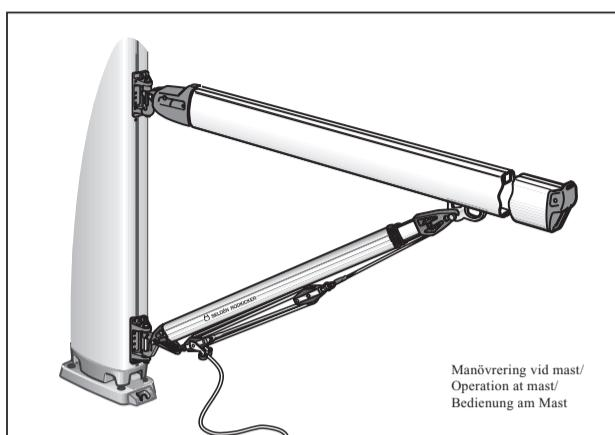

Fig. 1
1. Nehmen Sie die Auflagefeder ③ ab, indem Sie gleichzeitig die beiden Arretierungsknöpfe drücken.
2. Ziehen Sie das innere Rohr ② heraus.
3. Nehmen Sie den unteren Endbeschlag aus dem äußeren Rohr ①.
4. Setzen Sie die obere Buchse ④ in die Distanzhülse ⑧ ein.
6. Schrauben Sie das dicke Ende der Gasdruckfeder in den oberen Endbeschlag ④.
7. Schrauben Sie das dünne Ende der Gasdruckfeder in den unteren Endbeschlag ⑥, gemäß Abb. 1. Stellen Sie die Endstücke so auf, dass die Nuten nach oben zeigen.
8. Halten Sie den Draht etwas gespannt und führen Sie dann die Gasdruckfeder mit dem unteren Endbeschlag in das dickere Rohr. Achten Sie darauf, dass der Führungsbeschlag ⑦ richtig auf dem inneren Rohr liegt.
9. Schieben Sie die Auflagefeder ③ mit den Arretierungsknöpfen wieder in das äußere Rohr.
10. Führen Sie das kleinere ② in das größere Profil ①. Stellen Sie sicher, dass die Führungsbuchse ⑦ korrekt auf dem kleineren Profil 1 liegt.
11. Schieben Sie die Feder ③ auf das größere Profil 1 bis sie einrastet.